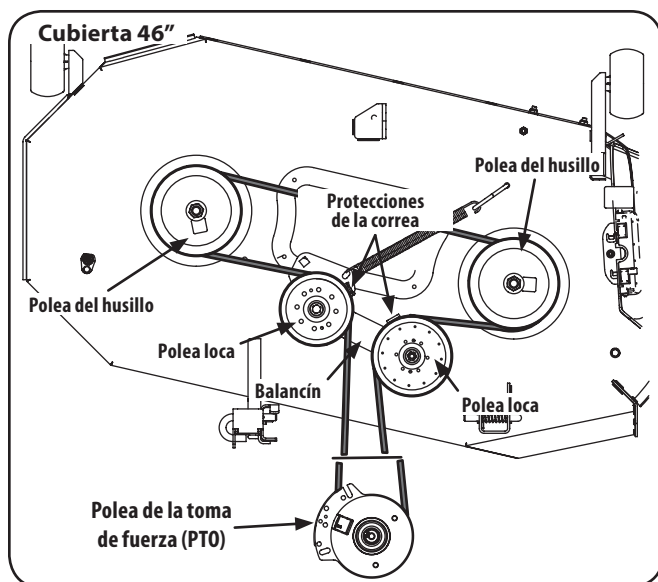
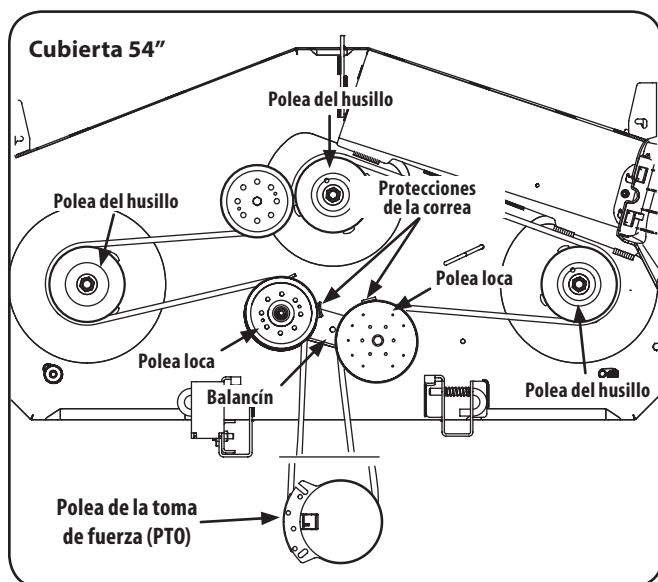
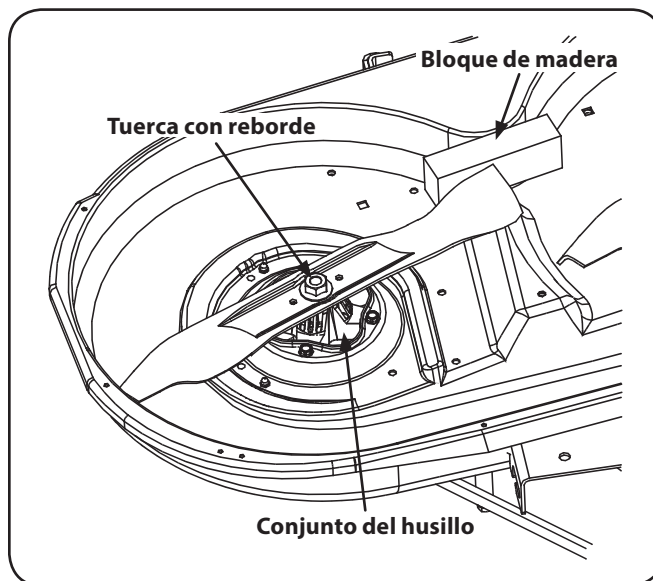

Figura 7-8
Figura 7-9
Figura 7-10
- Afloje, pero no quite el hardware de la derecha y la izquierda de la polea loca. Consulte la Figura 7-8 para 42" cubiertas, Figura 7-9 para 46" cubiertas y la Figura 7-10 para 54" cubiertas.
2. Use una llave de $\frac{15}{16}$ " para sujetar la tuerca con brida encima del conjunto del husillo y con otra llave de $\frac{15}{16}$ " en la tuerca con brida que sujeta la cuchilla, retire la cuchilla. Consulte la Figura 7-10.